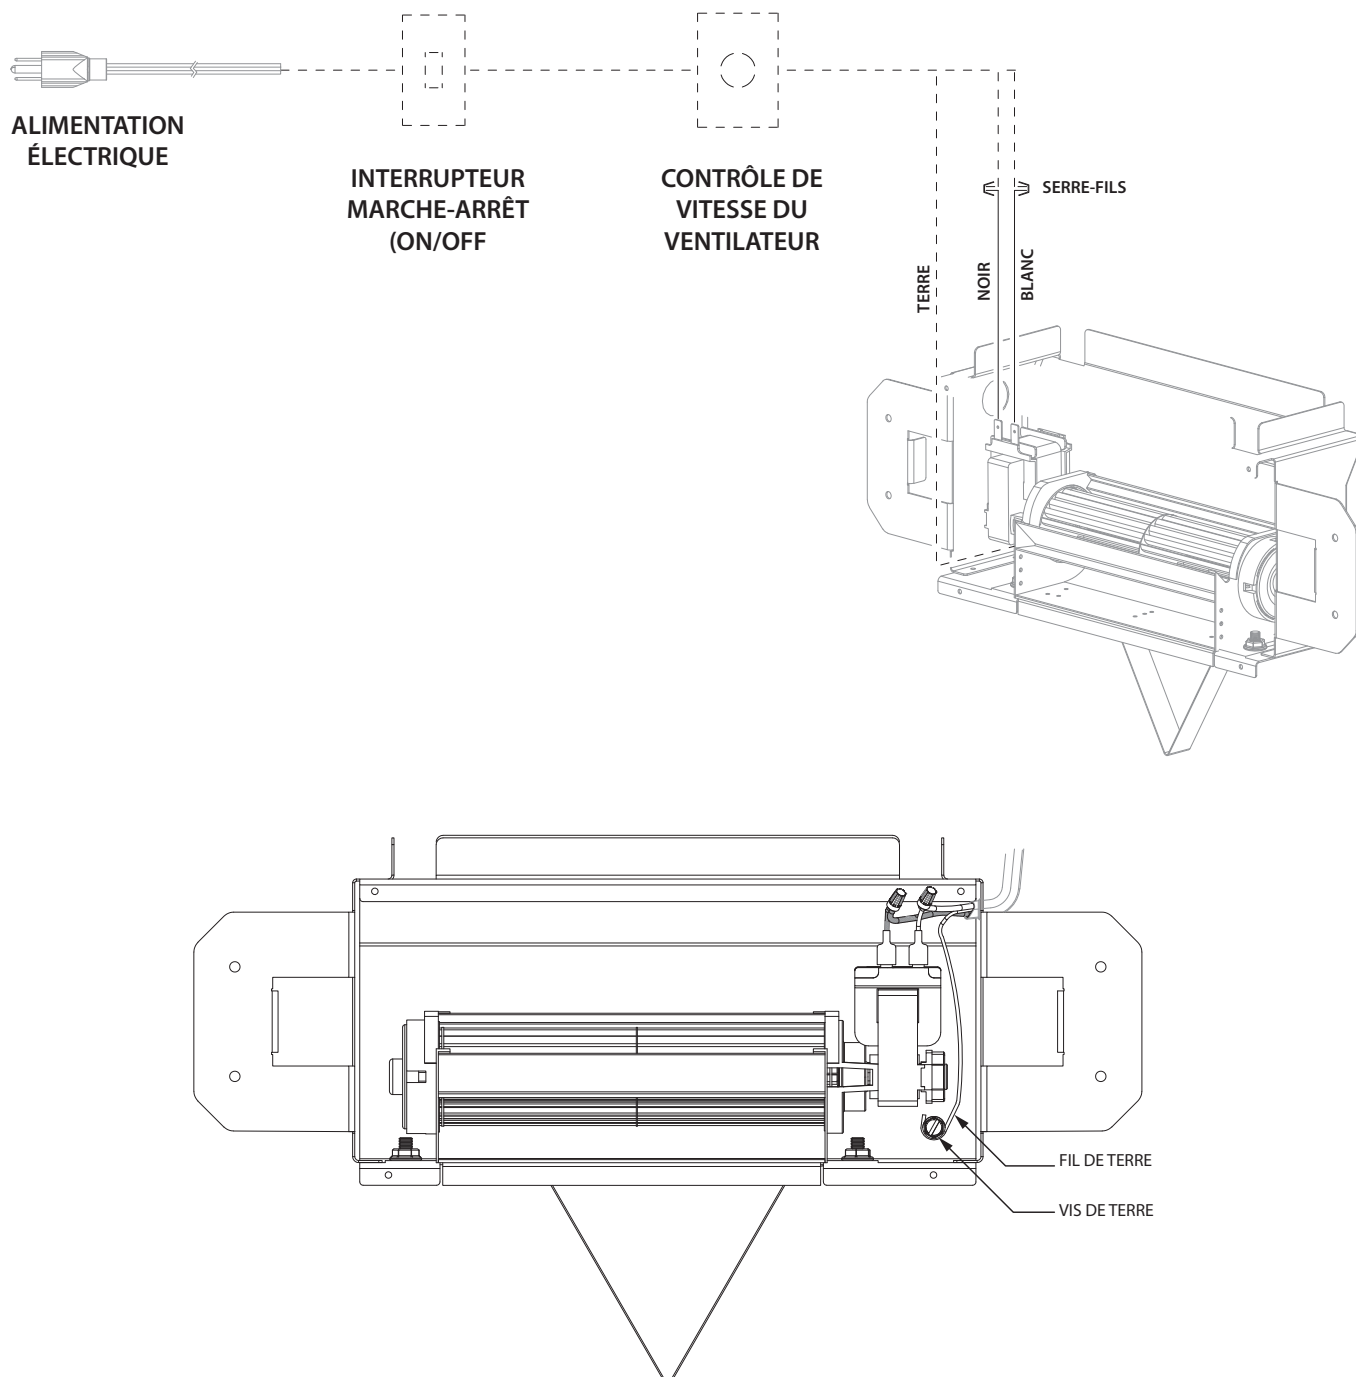

FIGURE 3.1 Schéma de câblage du HTK-INT
- La **FIGURE 3.1** illustre une installation de câblage typique.